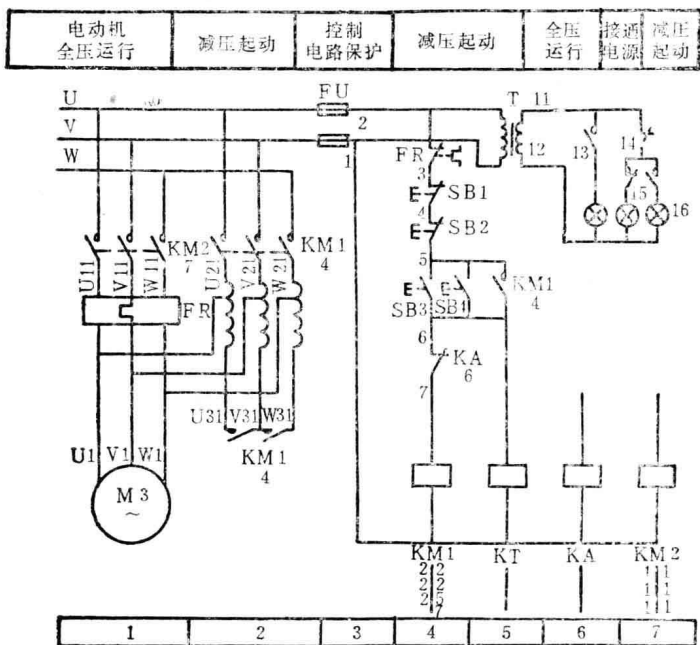

图 4
15. 图4为XJ01型自动起动补偿器控制线路，试补齐该原理图。